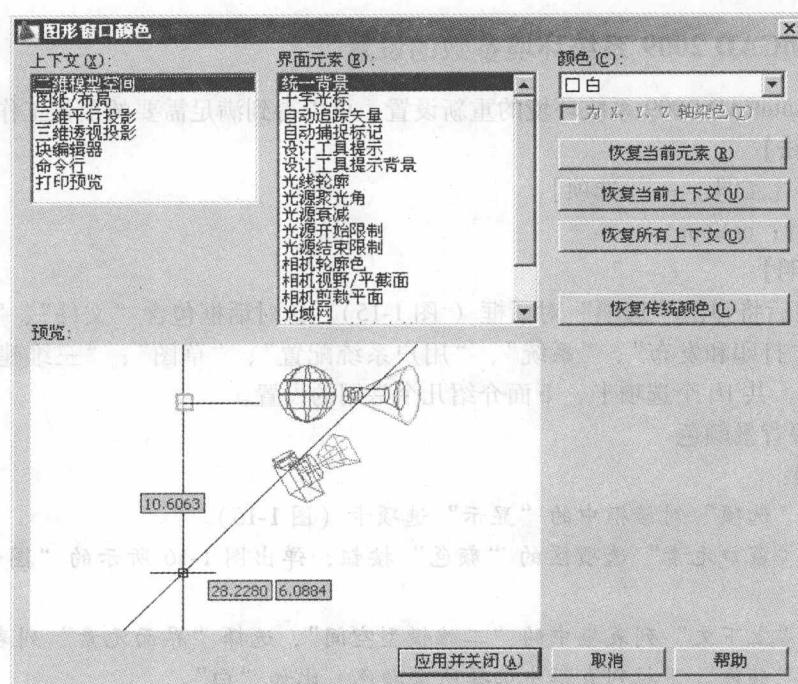

图 1-16 “图形窗口颜色”对话框
- 2) 单击“窗口元素”选项区的“颜色”按钮，弹出图1-16所示的“图形窗口颜色”对话框。